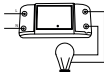

Рисунок 3.3
- освещение (см. рисунок 3.3).